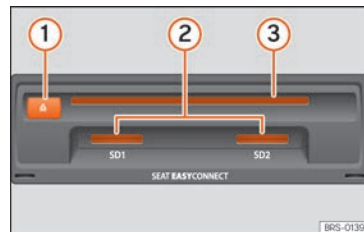

Abb. 176 Datenträger-Einschübe im Handschuhfach.
• CD mit der beschrifteten Seite nach oben so weit in den DVD-Schacht » **Abb. 176 ③** einschieben, bis sie automatisch eingezogen wird.
Kompatible Speicherkarte mit der abgeschnittenen Ecke zuerst und mit den Kontaktflächen nach unten in den Speicherschacht **» Abb. 176 ②** oder **» Abb. 140 ⑨** einschieben, bis sie einrastet.